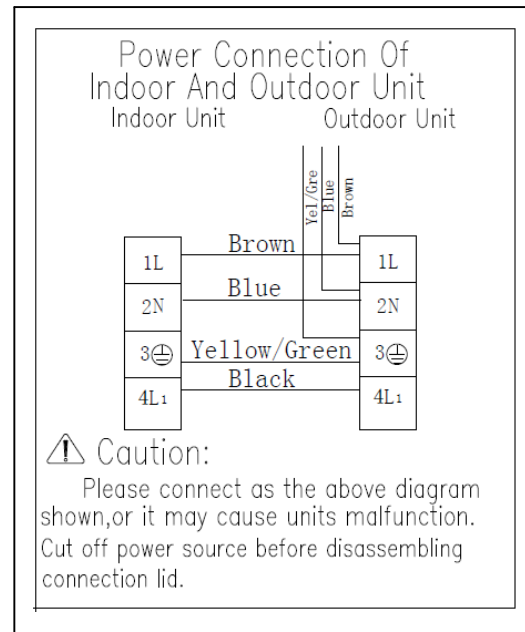

Figura 14
- Conecte la cable de potencia y la del control de signo al punto correspondiente. (en el figura 14, elija el plano igual como el del acondicionador).
- Conecte el alambre de equipos a puntos correspondientes.(Figura. 14)